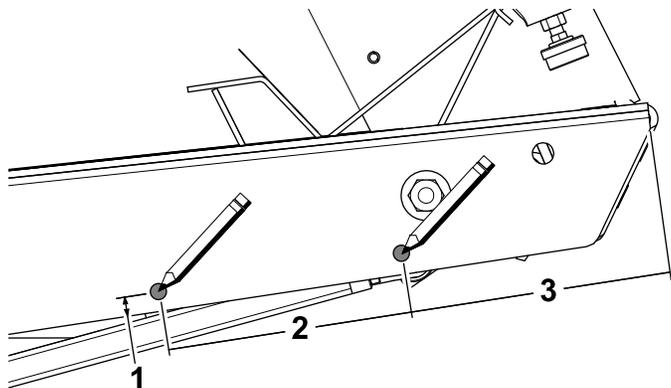

Figure 6
1. Localisez et repérez les trous de fixation droits du couvre-pédale (Figure 6).